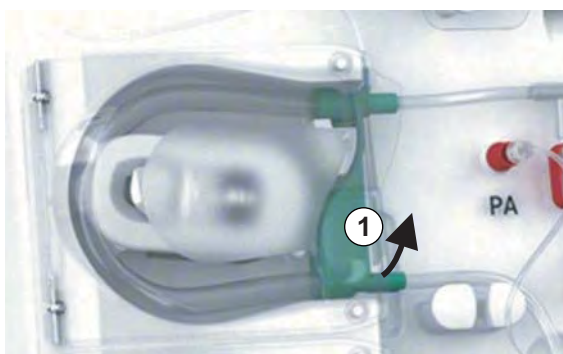

Рис. 7-1 Снятие кровопроводящей магистрали
5. Слегка приподнимите нижнюю часть многоконтактной части (Рис. 7-1, ①) с основания насоса крови (в направлении стрелки) при закрытой крышке насоса крови.